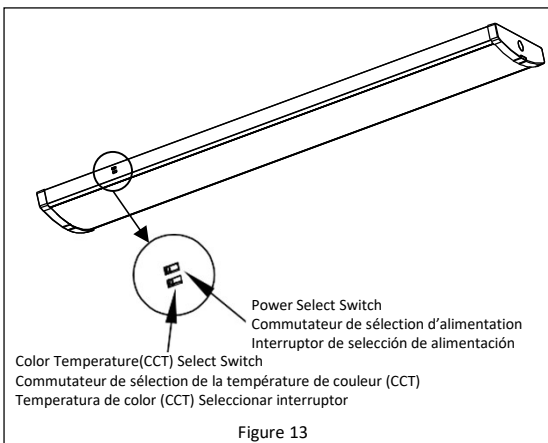

Figure 13
9. Select the desired CCT and power for the environment in which the fixture is installed. **See Figure 13.**
9. *Sélectionnez la température de couleur proximale (CCT) et l'alimentation souhaitée pour l'environnement dans lequel le luminaire est installé. **Reportez-vous à la Figure 13.***